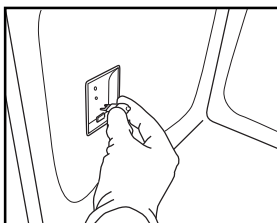

Fig. 8
- Byt ut glödlampan (för typ av lampa – se anmärkning) (fig. 8).